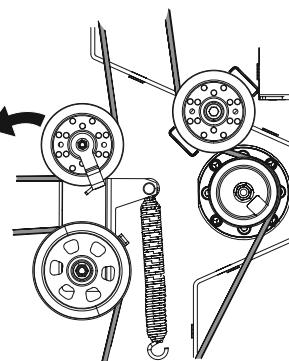

Figura 52
- Tire del lado derecho de la correa de la PTO hacia atrás y coloque el lado V angosto de la correa de la PTO en la polea de la PTO. Consulte la Figura 52.